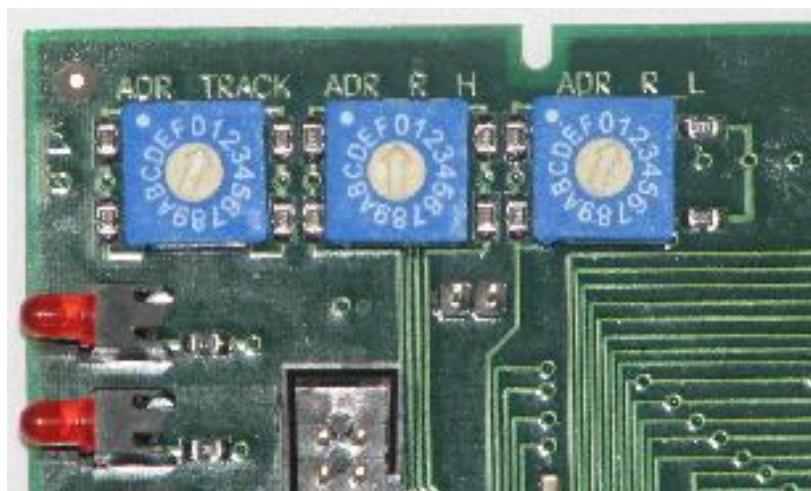

Рисунок 20
2.11.5.4 Переключатель S3 “ADR_TRACK” задает адрес трассы (см. рисунок 20, 21). Допустимые адреса трасс: 1(h)...4(h).